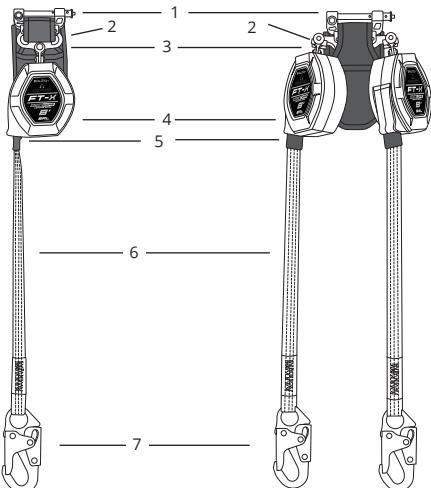

Figure 2 - À propos de la CSRA-P à bord d'attaque FT-XTM EdgeCoreTM à arc électrique de classe 2
Comme illustré à la Figure 2 ci-dessous, le FT-X EdgeCore à arc électrique possède un boîtier en nylon qui contient une corde de sécurité synthétique enroulée autour d'un tambour sous tension par ressort. La corde de sécurité du FT-X EdgeCore à arc électrique est équipée d'un arrêt de corde de sécurité et d'un connecteur d'extrémité de jambe. Lorsque l'utilisateur est attaché, la corde de sécurité s'étend et se rétracte avec le mouvement de l'utilisateur, maintenant automatiquement la corde de sécurité tendue. En cas de chute, un système de cliquet centrifuge s'engage, arrêtant le déroulement de la corde de sécurité. En cas de chute, le connecteur de la CSRA du HC se détachera du connecteur de cisaillement, et l'absorbeur d'énergie intégré (EA) se déploiera, ralentissant progressivement et arrêtant la chute.